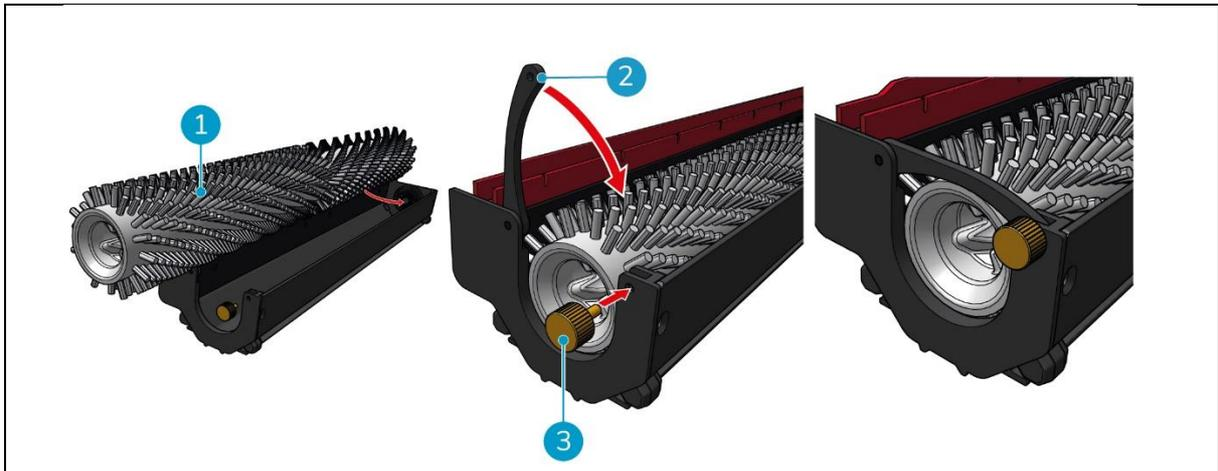

Figura 37
5. Cierre la palanca (Figura 37pos. 2) y apriete el tornillo (Figura 37, pos. 3) en el sentido de las agujas del reloj.